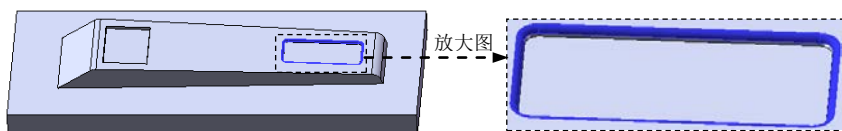

图 12.2.19 圆角 3
Step11. 创建图 12.2.19 所示的圆角 3。
(1) 选择命令。选择下拉菜单 **插入(I)** → **特征(F)** → **圆角(U)...** 命令 (或单击  按钮), 系统弹出“圆角”对话框。